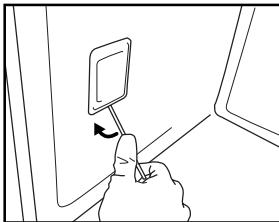

Fig. 7
3. À l'aide d'un tournevis à tête plate que vous utiliserez pour faire levier vers l'extérieur, dégarez le capot de l'ampoule (Fig. 7).